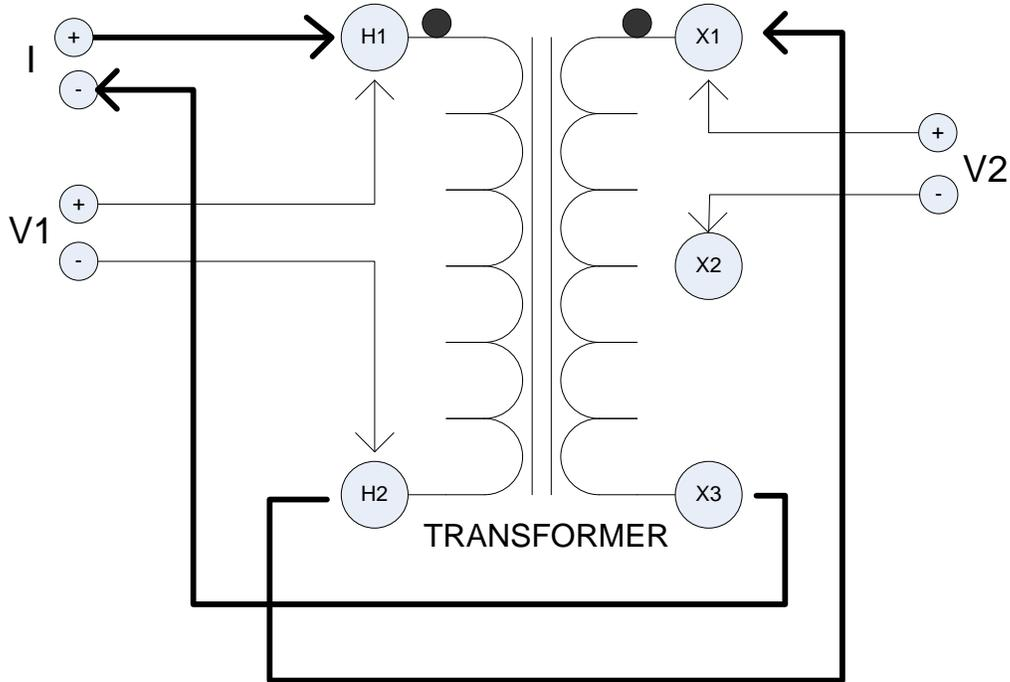

Figura 3: Prueba de devanado doble
4. Conecte la entrada de los cables de voltaje "V1" a los terminales H1 y H2 del transformador de prueba. Vea la Figura 3 arriba.
5. Conecte la entrada de los cables de voltaje "V2" a los terminales X1 y X2 del transformador de prueba. Vea la Figura 3 arriba.
7. Presione el botón  para iniciar el flujo de corriente. La pantalla superior (I) indica la salida de corriente, la pantalla $\Omega 1$ indica la resistencia del devanado primario y la pantalla $\Omega 2$ indica la resistencia del devanado secundario de la muestra.